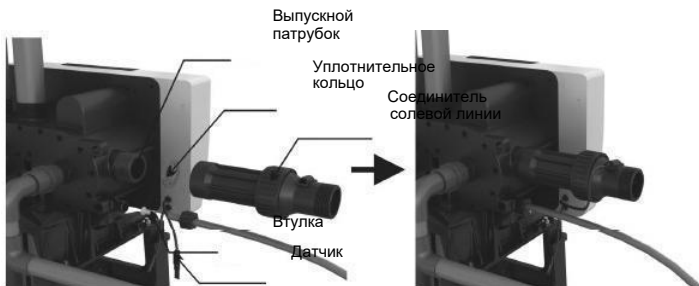

Рисунок 1-2
3) Подсоедините расходомер и солевую линию (см. рисунок 1-2)